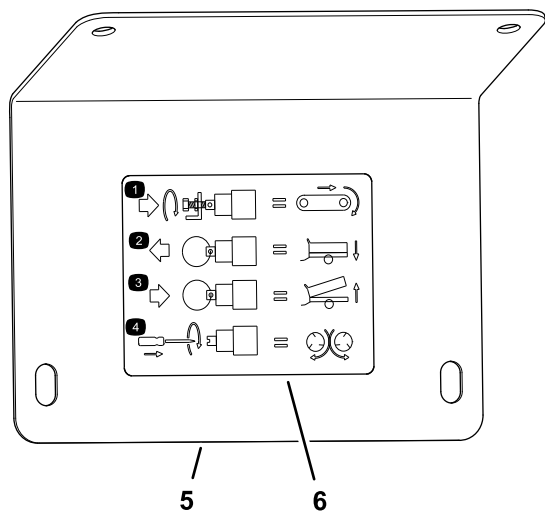

Figure 29
**Remarque:** Voir l'autocollant sur le capot de protection (Figure 29).